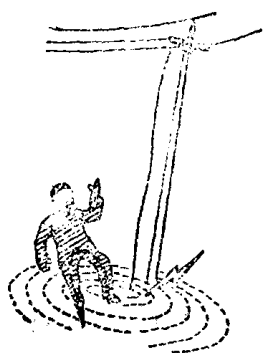

图 1-1
3. 跨步电压触电。当高压(6000伏以上)电线断裂、一端与地面相碰时,就会使着地点周围的地面产生跨步电压,当人体接近着地点时,人的前、后脚着地处有电压,因而造成人体触电,如图 1-1 所示。所以遇到高压电线断落时,不可让人走近离电线着地点 10 米的范围之内,并迅速通知供电局前来修理。